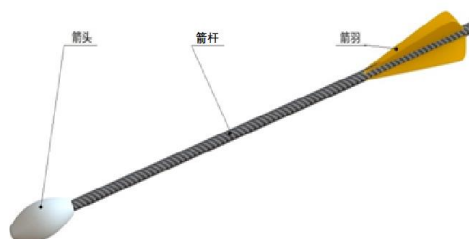

图 3 箭
b) 箭的外形如图 3 所示，总长度 600mm，总质量 107g。箭杆直径 12mm，用碳纤维管制成。箭头的材料为硅橡胶，最大直径为 40mm，长约 80mm。箭尾有均布在箭杆周围的四片箭羽，长约 130mm，最大径向宽度约为 25mm。每场比赛中，组委会将为每支参赛队提供 20 支箭。所有箭的结构、外形、主要参数是相同的，参赛队不得随意变更。箭不是参赛队专属的。比赛结束时只按参赛队自己壶中箭的数量记分，与该箭是由哪支参赛队投入的无关。